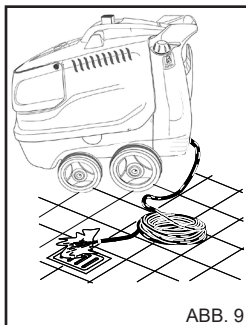

ABB. 9
**Mögliche Unreinheiten könnten die Düse verstopfen, wodurch sie nicht mehr funktioniert (Abb. 9).**